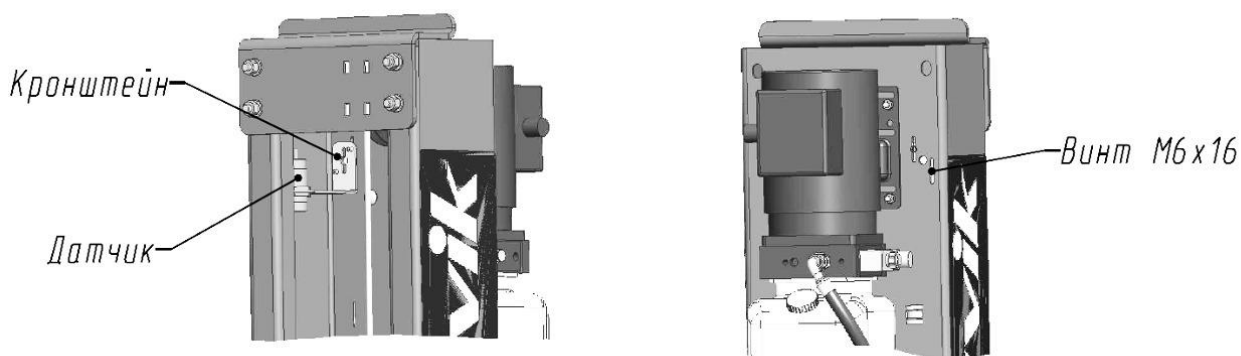

Рисунок 6.5 - Установка датчика верхнего положения каретки
6.11 Установка и настройка систем автоматического отключения привода насосной станции.(см. Рисунок 6.5)
6.11.1 Система автоматического отключения привода насосной станции срабатывает при достижении каретки крайнего верхнего положения (~ 1750 мм от основания стойки). Датчик верхнего положения кареток с кронштейном снимается при упаковке и поэтому его следует заново установить на верху правой стойки. Винты М6х16 (см. Рисунок 6.5) необходимо располагать в пазах стойки в среднем положении.